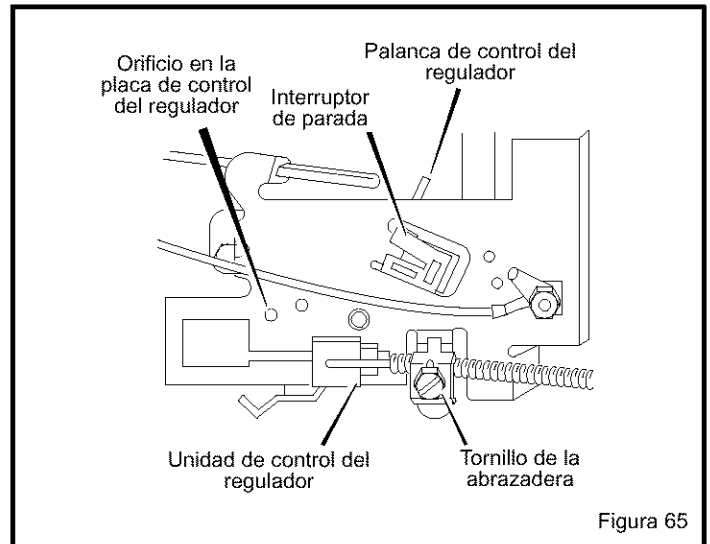

Figura 65
2. El orificio de la **palanca de control del regulador** (ubicada inmediatamente debajo de la placa de control del regulador) debe alinearse con el **orificio de la placa de control del regulador** (Figura 65).